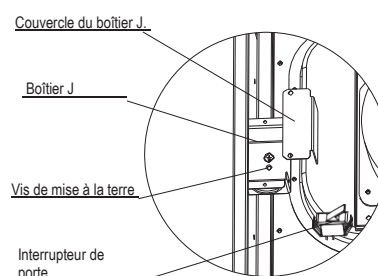

Fig. 31- Boîtier J
1. Déposer et conserver les deux vis maintenant le boîtier J. (Voir Fig. 31.)
4. Déposer et conserver les deux vis maintenant le boîtier J. (Voir Fig. 31.)